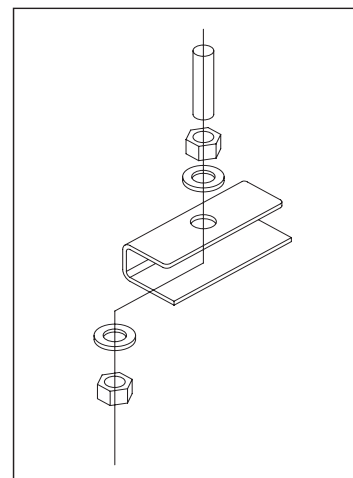

FIGURE 1
- Suspendez la hotte à des supports de toit adéquats à l'aide de tiges filetées 1/2 po avec écrous et rondelles (voir Fig. 1).